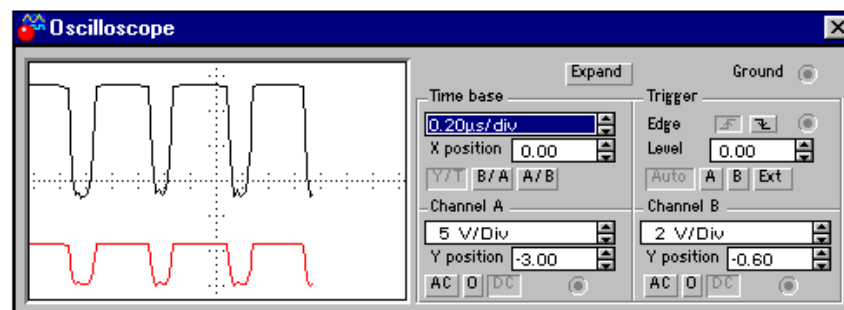

Рис. 23. Передняя панель осциллографа
**Осциллограф.** Передняя панель осциллографа показана на рис. 23.